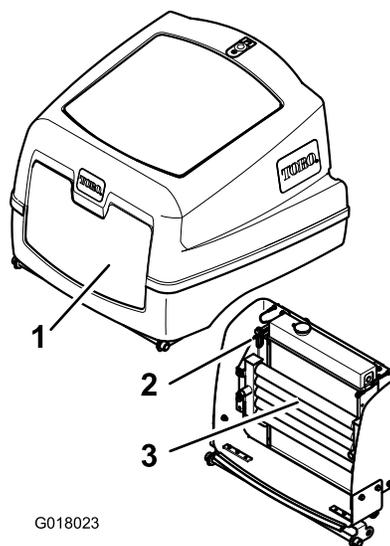

Figura 59
4. Sbloccate il fermo e aprite il coperchio del motore (Figura 59).